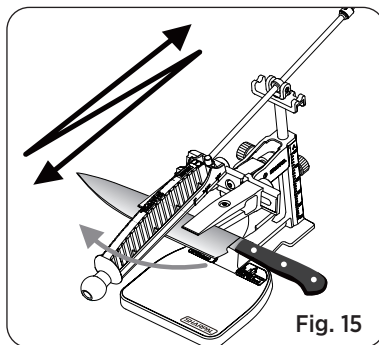

Fig. 15
2. Applicera lätt tryck med långa, jämna drag, börja vid bladets häl. För slipplattan fram och tillbaka längs skärebben mot spetsen. Stanna vid bladspetsen. (Se Fig. 15)